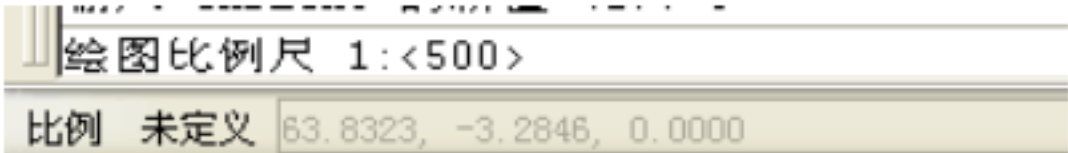

图 2：设置图形比例尺
2) 在软件下方状态栏处设置比例尺，然后回车确定，如图 2：